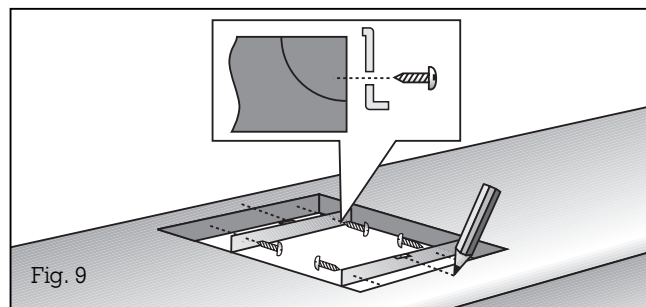

Fig. 9
- **Repérez avec précision le milieu de la découpe.** Fixez le rail de fixation sur les bords avant et arrière de la découpe. Vérifiez que les ergots des rails de fixation reposent sur le plan de travail et que la marque du milieu du rail coïncide exactement avec la marque du milieu du plan de travail (fig. 9).